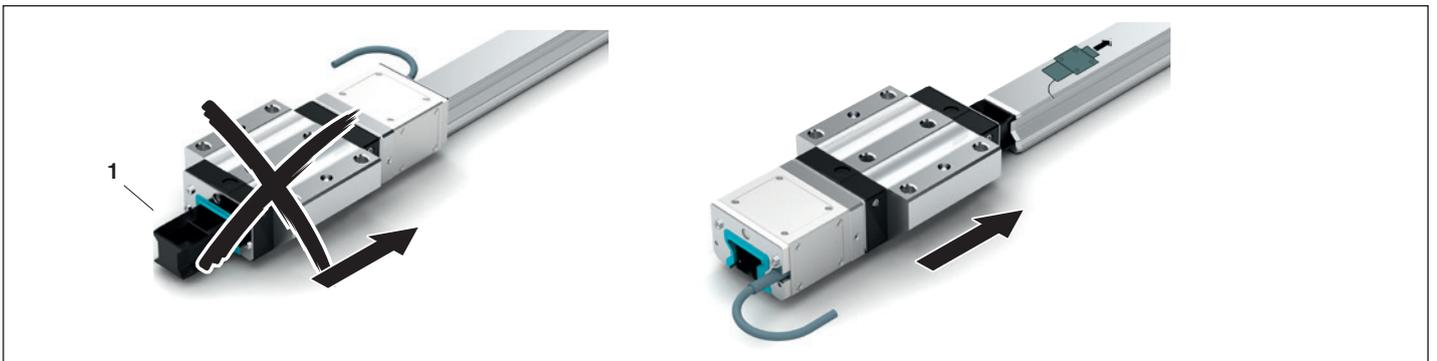

Fig. 8: Führungswagen aufschieben
- ▶ Führungswagen mit Transportsicherung (1) an die Führungsschiene ansetzen.
- ▶ Führungswagen aufschieben ➔ Fig. 8
- ▶ Transportsicherung (1) für die Demontage aufbewahren.